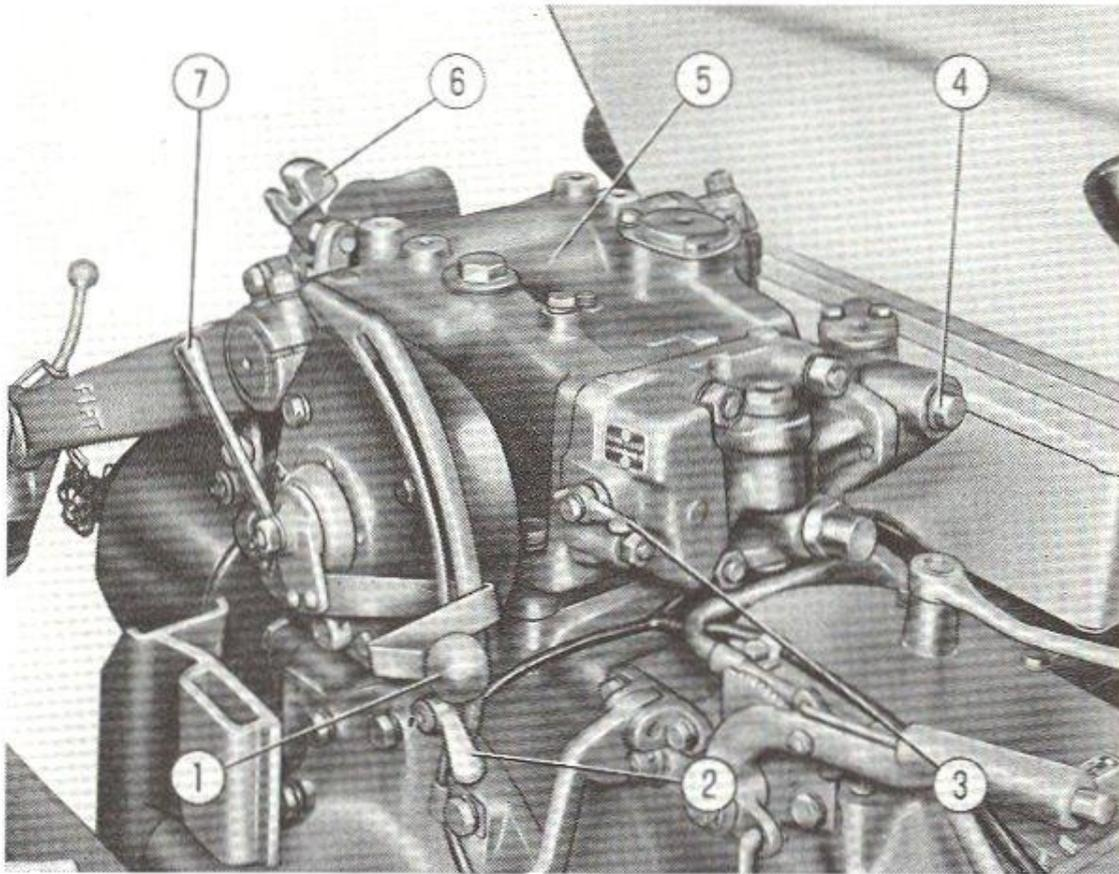

Fig. 13. - Relevage hydraulique.
Le relevage hydraulique est constitué par le bloc de relevage — comprenant le vérin et les commandes (voyez la fig. 13) — une pompe à engrenages entraînée par le moteur et les canalisations de liaison. Il utilise, pour son système, l'huile de la boîte de vitesses.
**AVIS** - Réglez la sensibilité du relevage au moyen de la manette 3 (fig. 13). Il faut réaliser la sensibilité maximale sans par ailleurs provoquer le cahotement de l'outil ni gêner le conducteur.